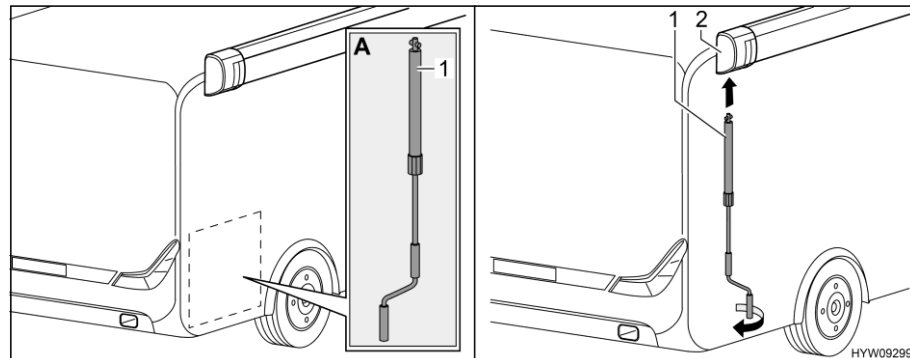

Bild 32 Montera veven
- Ta ut veven (Bild 32,1) ur det bakre lastutrymmet (Bild 32,A).
- Sätt veven i markisens bajonettfässa (Bild 32,2).